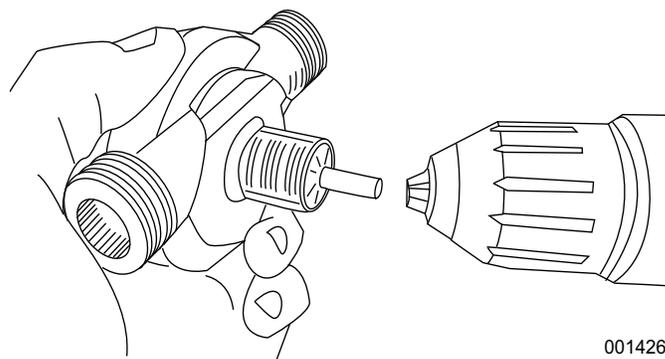

Figure 4-6. Fixez la pompe de forage
7. Retirez la jauge d'huile (B) du réservoir d'huile.
9. Voir la Figure 4-6. Fixez le foret à l'arbre d'entraînement de la pompe de forage.